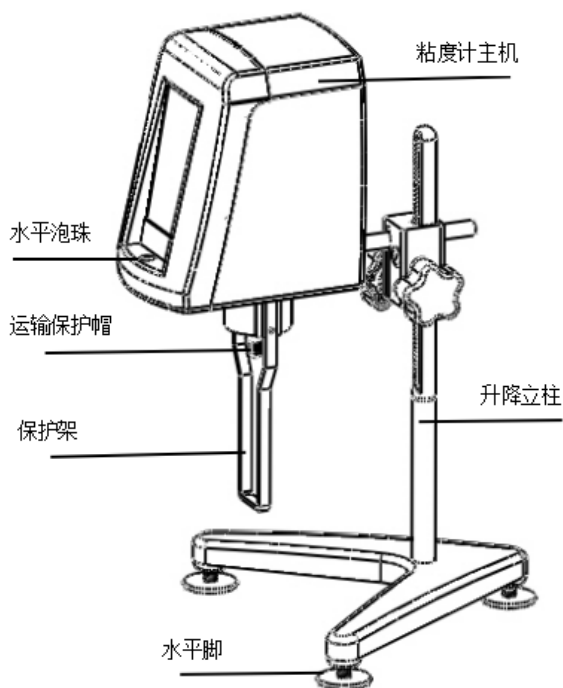

Fig. 2
- 4、取下仪器罩壳下方的运输保护帽，将仪器电源接通，组装完成后外形如图 2 所示。